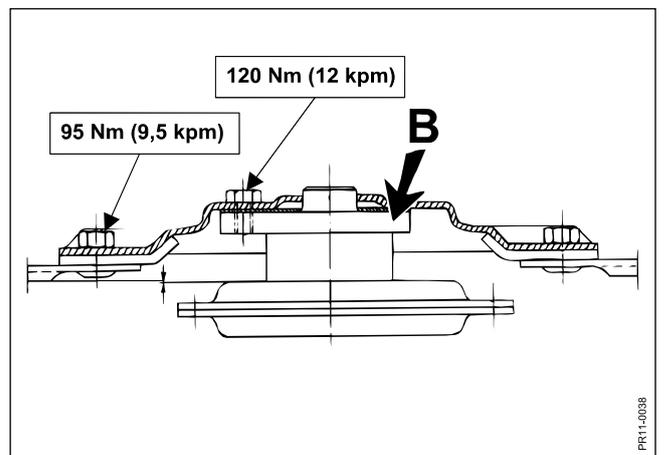

Fig. 5-12
- Fig. 5-12** Assicurarsi che I bulloni siano serrati come descritto: